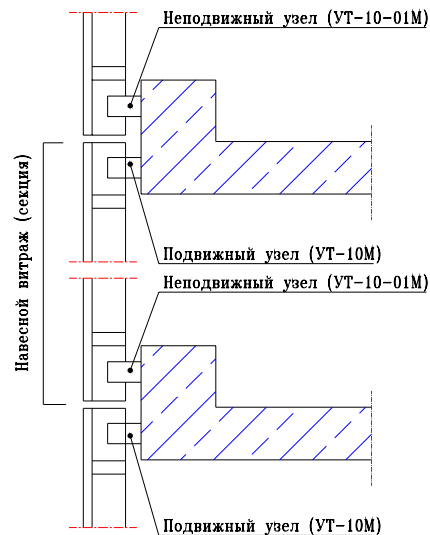
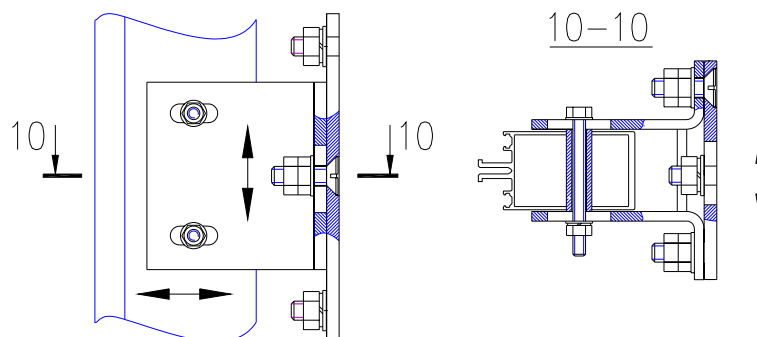

Рис. 6-8 Фрагмент здания (перекрытия)
Рис. 6-9 Монтажный узел УТ-10М
- При монтаже навесного витража монтажная марка навешивается на четыре монтажных узла (рис.6-8), которые предварительно устанавливаются на перекрытии (стене) здания. Нижние монтажные узлы неподвижные, верхние – подвижные для компенсации температурных расширений. Узел крепится анкерными винтами М12, двумя гайками М12, либо гайкой с пружинной шайбой. На стойках под монтажные узлы выполнены сквозные отверстия  $\Phi 12$  мм на расстоянии 40 мм от задней стенки стойки. В отверстие профиля устанавливается втулка алюминиевая ТП-5051, затем устанавливается болт М8х90 и навинчивается самоконтрящаяся гайка. Конструкция узлов позволяет регулировать положение монтажной марки в трех плоскостях (рис.6-9);